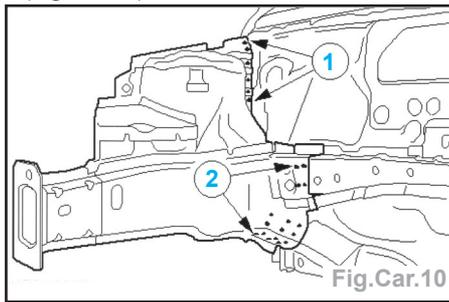

Fig.Car.10
- Fraiser les points (1) de soudure et meuler les points (2) du longeron et joue d'aile (Fig.Car.10).